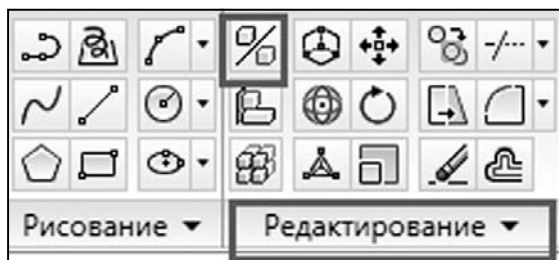

Рис. 8.8. Команда «3D-зеркало» на «Ленте»
- ♦ «Лента»: «Главная» / «Редактирование» / «3D-зеркало» (рис. 8.8);